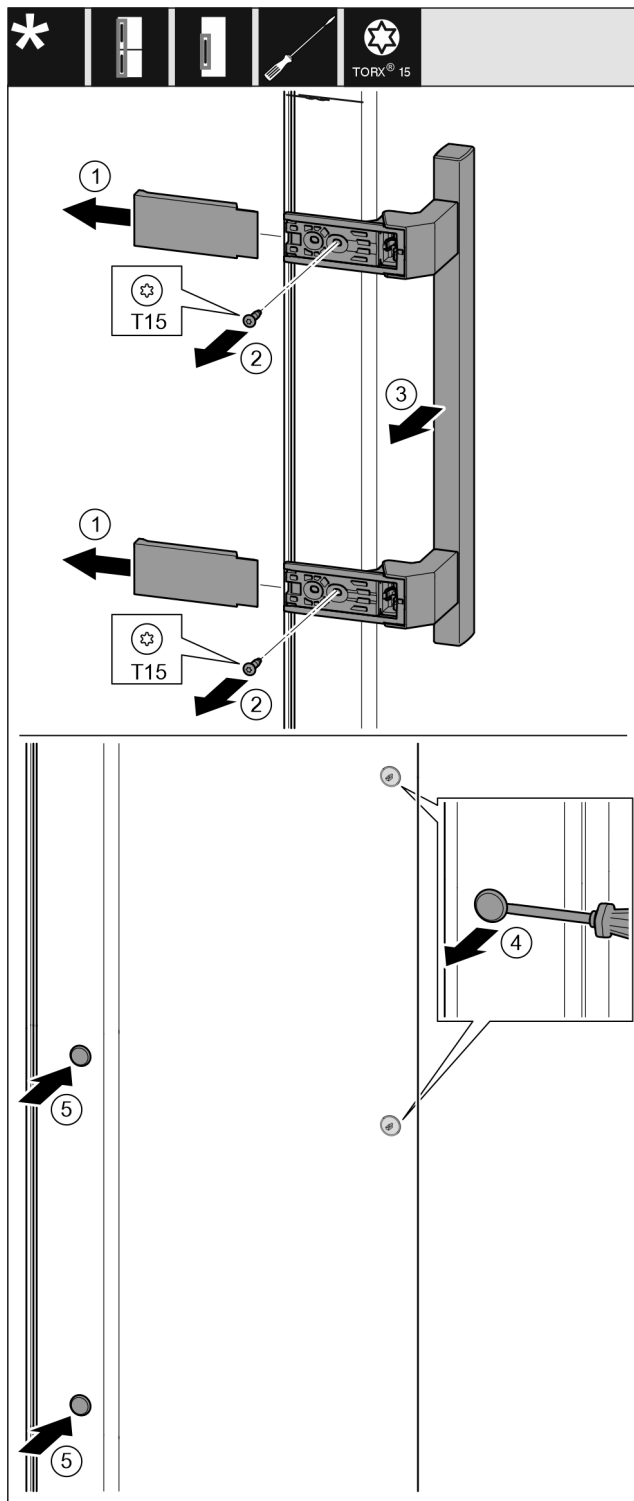

Fig. 20
- 拆下盖板。 Fig. 20 (1)
- 用 T15 螺丝刀将螺钉旋出。 Fig. 20 (2)
- 取下把手。 Fig. 20 (3)
- 用带槽螺丝刀小心地提起侧边的堵头并将其拉出。 Fig. 20 (4)
- 将堵头重新放入另一个侧。 Fig. 20 (5)